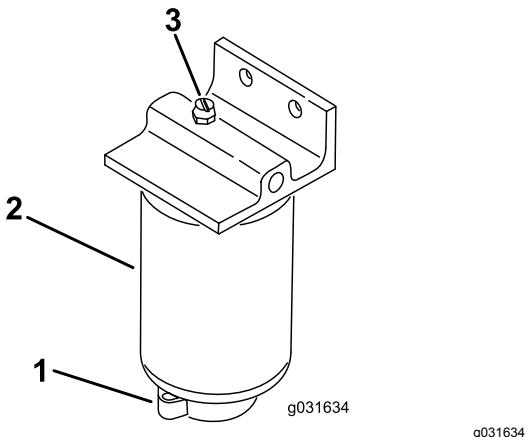

Рисунок 50
- Ослабьте сливной кран в днище фильтра (Рисунок 50).
- Очистите область креплений фильтра (Рисунок 50).